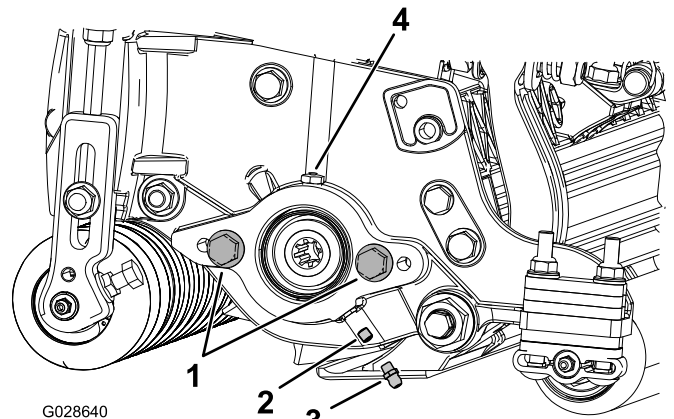

Figura 6
2. Instale o bocal de lubrificação reto (Figura 6).
3. Se não existirem parafusos na placa lateral do motor do cilindro, instale-os (Figura 6).
5. Instale o motor do cilindro e lubrifique a placa lateral até que saia lubrificante pela abertura de lubrificação (Figura 6).